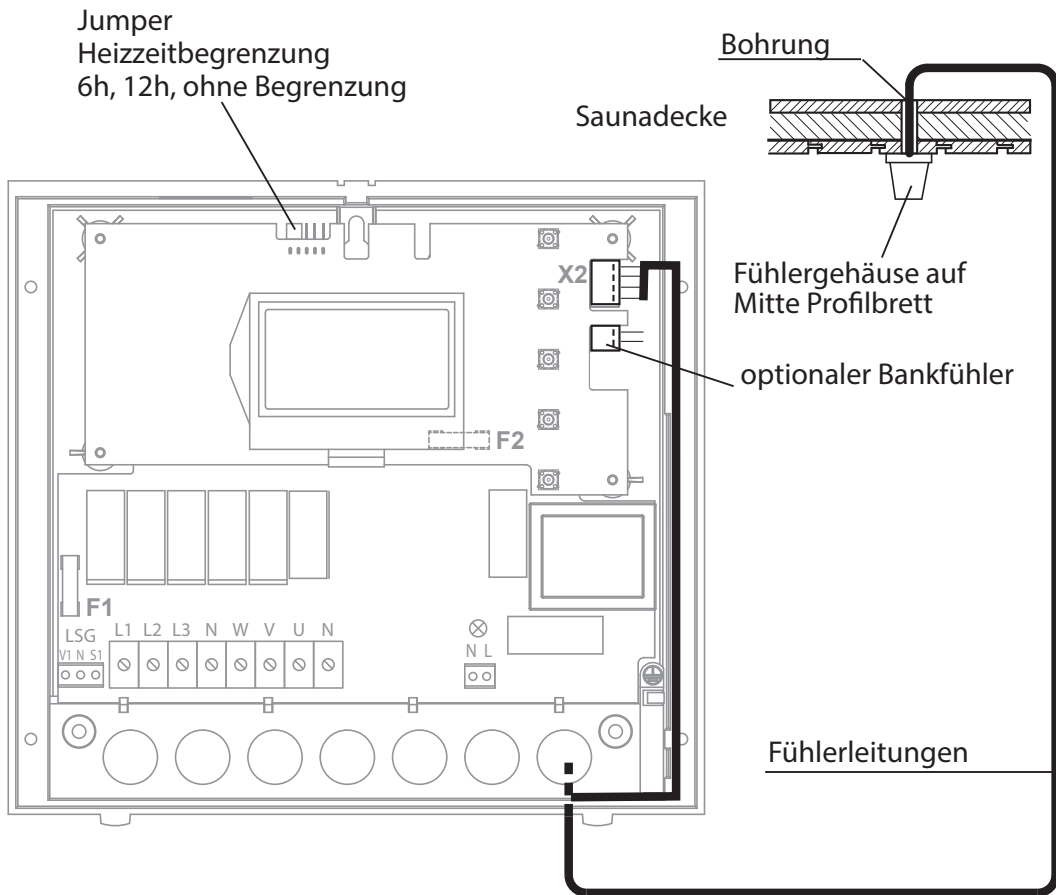

Abb. 11
5. Führen Sie die Fühlerleitungen zum Steuergerät und führen sie durch die rechte Kabeleinführung in das Gerät. Verlegen Sie die Fühlerleitungen innerhalb des Steuergerätes wie in Abb. 11 gezeigt. Schließen sie die Fühlerleitungen gemäß Abb. 12 an. Hierzu wird der Stecker X2 von der Platine abgezogen und nach dem Anschließen wieder eingesteckt.